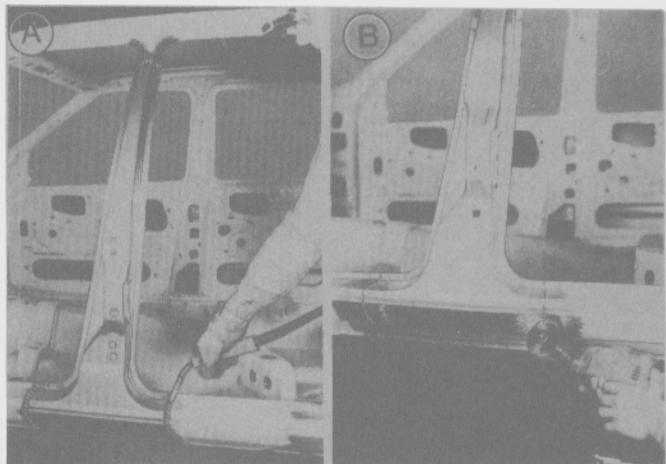

Fig. 267
- Soldar el pilar "B" con metal en atmósfera de gas inerte (MIG) al marco del techo y al zócalo. (Fig. 267).